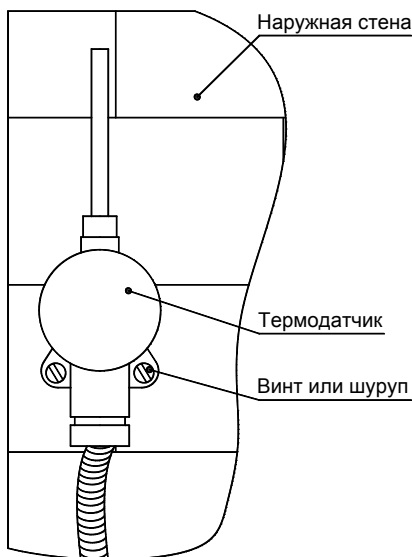

Рис. 10
5.1.5 Монтаж ТС наружного воздуха (см. рис. 10) должен осуществляться в месте, исключающем попадание прямых солнечных лучей на корпус ТС. Рекомендуется устанавливать ТС наружного воздуха на северной стороне здания.